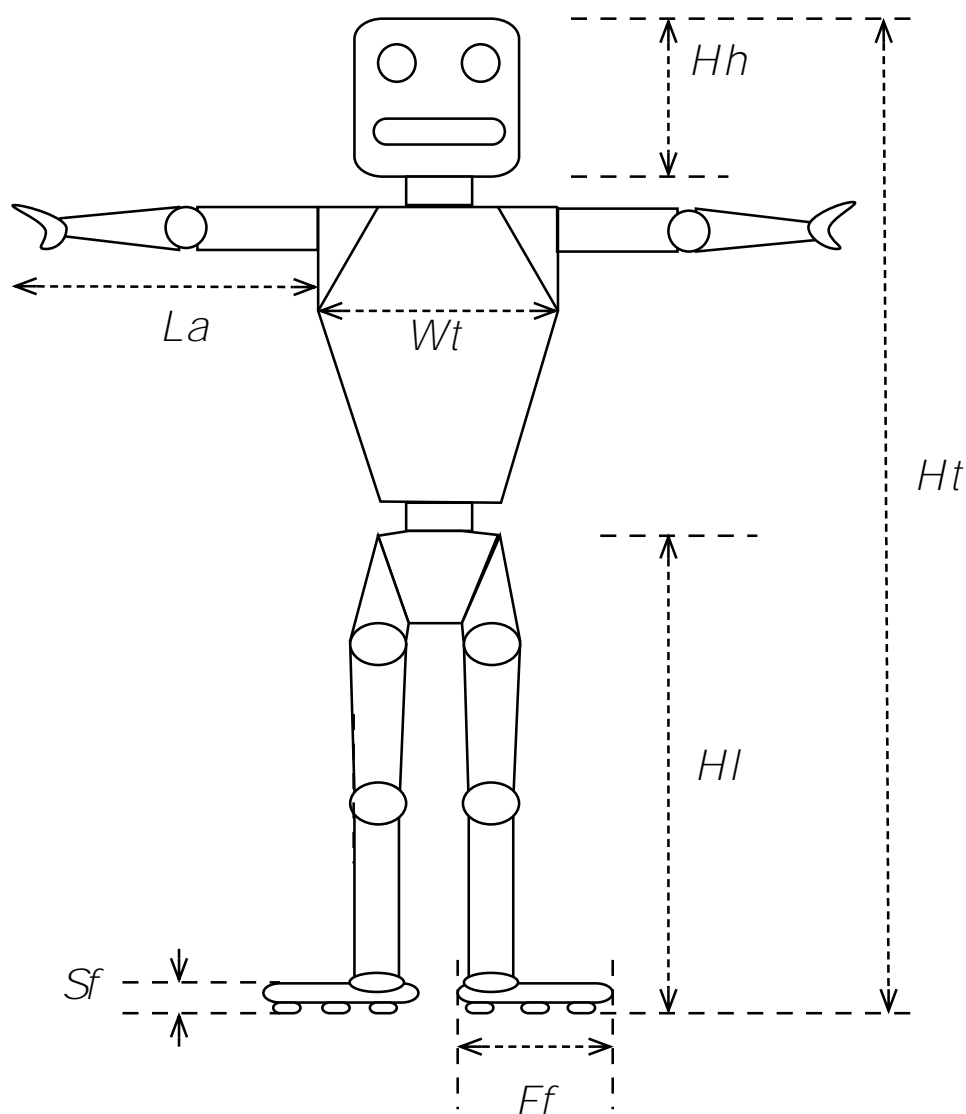

Figura 1: Referencia de dimensiones del robot humanoide
- Dimensiones del robot: la altura total (H_t) mínima del robot es de **25 cm** y la **altura máxima es de 50 cm**. Se considera la altura del robot como la medida desde los pies a la cabeza (sin tomar en cuenta flexiones en ninguna parte del cuerpo) como se muestra en la **Figura 1**.